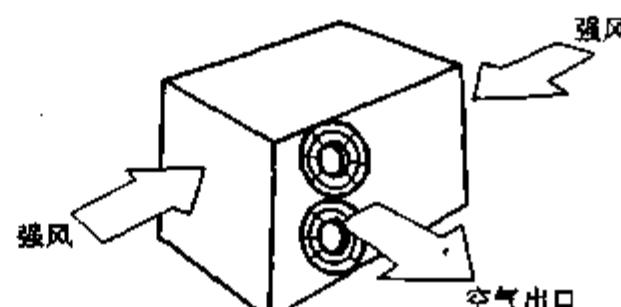

图 7-60 室外机安装位置(二)
(2) 如果本机暴露于风中，而当本机运转中的季节的风向已知时，则应把装置安装得使空气出口和风向成垂直，如图 7-60。